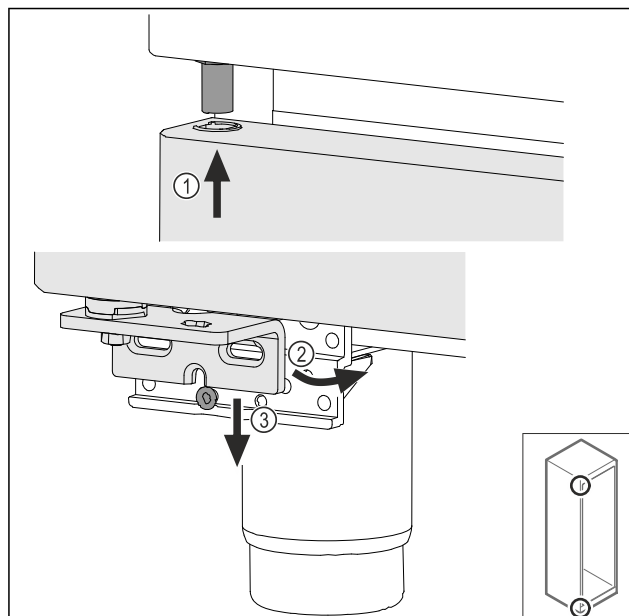

Fig. 74
- Ievadiet augšā durvis mazliet sagāztā veidā Fig. 74 (1), nolīmeņojiet durvis taisni Fig. 74 (2) un uzlieciet apakšā uz gultņa balsta skrūves Fig. 74 (3).